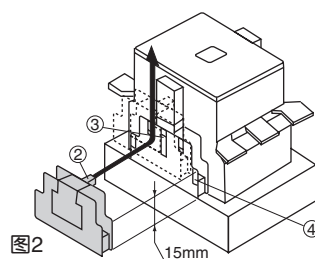

图2
- (2) 将辅助触头单元的凸出部位②对准电磁接触器的导孔③,使之滑动15mm左右,将辅助触头单元嵌入电磁接触器的槽④内。(图2)